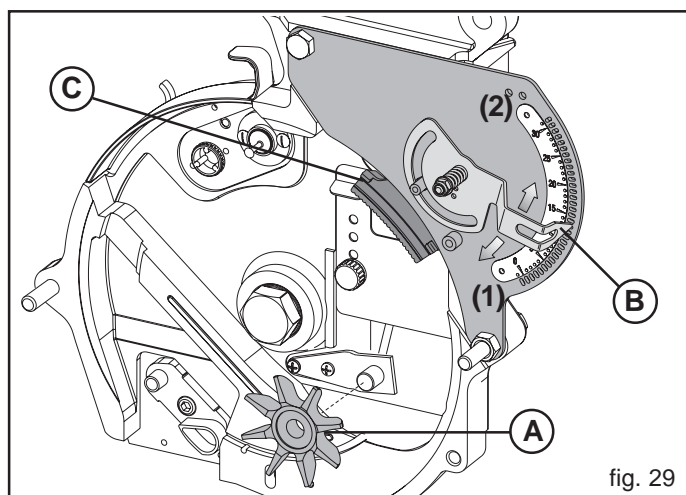

fig. 29
La Empresa Fabricante suministra el agitador de semillas (desmontado) para un distribuidor individual (A, Fig. 29).
Desplazando el indicador (B Fig. 29) se controla un cursor (C Fig. 29) que roza el disco en proximidad de los agujeros, provocando la caída de las semillas en exceso.
El selector se regula tras cada cambio de semilla y disco, hacia los números bajos para las semillas pequeñas (1 Fig. 29) viceversa para las semillas gruesas (2).
**IMPORTANTE:** el selector no regula la capacidad del flujo de aire en el distribuidor; sustituya el cursor (C, Fig. 29) cuando se cambia el tipo de siembra (una hilera o dos hileras).